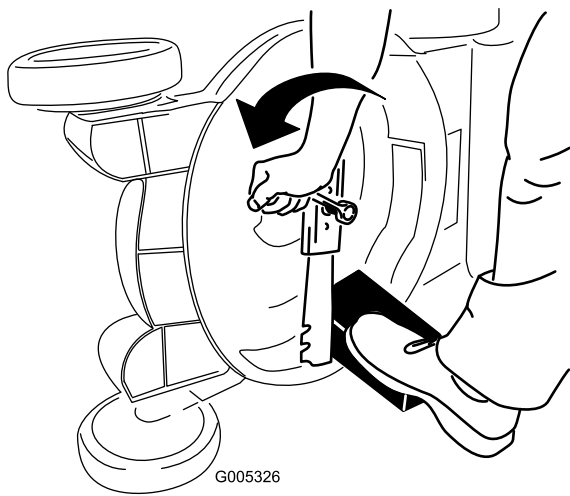

Figura 48
3. Usate un blocco di legno per tenere ferma la lama (Figura 48).
4. Togliete la lama e conservate la bulloneria di montaggio (Figura 48).